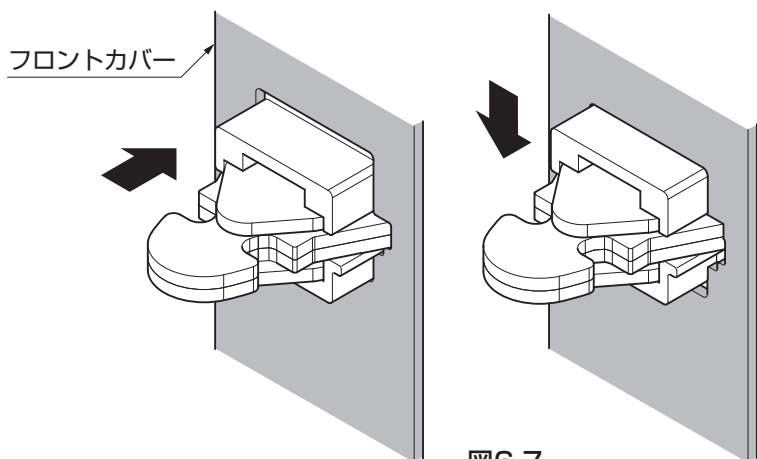

図6-7
- フロントカバーは鎌錠を差し込んだあと、下方向にずらしてからネジ固定をしてください。（図6-7参照）